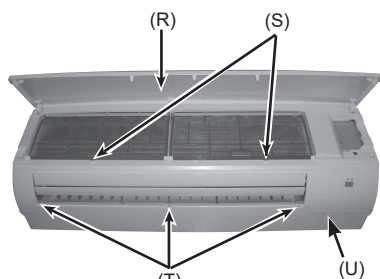

Fig. 6-2
- (1) Presione y suelte los tiradores a ambos lados de la rejilla frontal y levante la rejilla hasta que quede a nivel. Tire de los goznes hacia delante para extraer la rejilla frontal.(Fig. 6-2)
- (2) Retire los 3 cubretornillos del panel. Retire 5 tornillos. (Fig. 6-2)
- (7) Extraiga el tornillo de la cubierta angular. (Fig. 6-2)